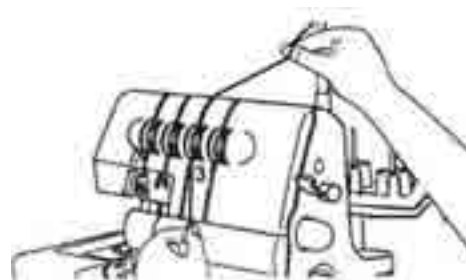

Fig. 17
4. Țineți firul fix cu degetele, ghidați-l între discurile de tensionare a firului 16, iar apoi trageți-l în jos (3) (fig. 17).